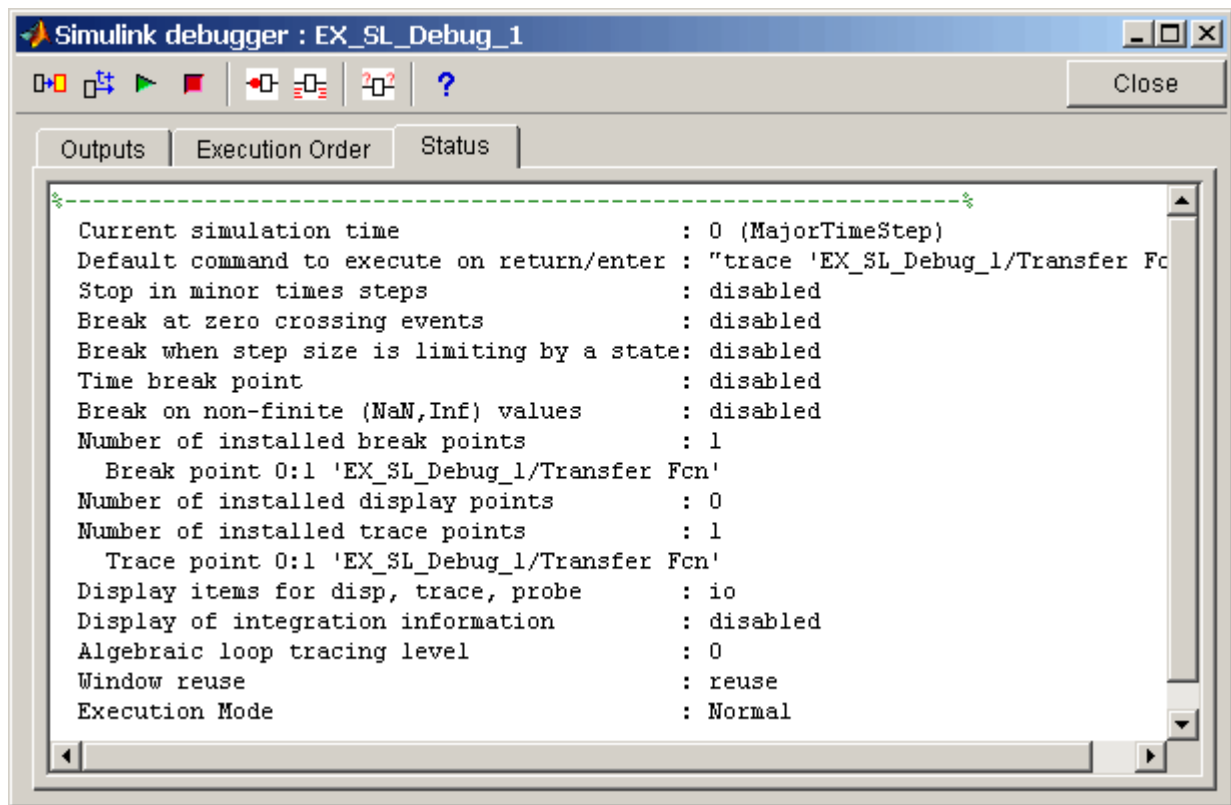

Рисунок 8.9 – Вкладка *Status* головного вікна відладчика
3. *Status* – Статус відладчика. На даній вкладці (рисунок 8.9) відображається інформація про налаштування та поточний стан відладчика: значення поточного часового кроку, кількість точок переривання, інформація про установку точок переривання по умові і т.п.